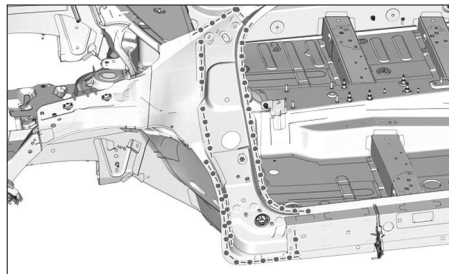

FIG. 64
- Préparer les zones d'accostage des pièces à assembler (Fig.64).